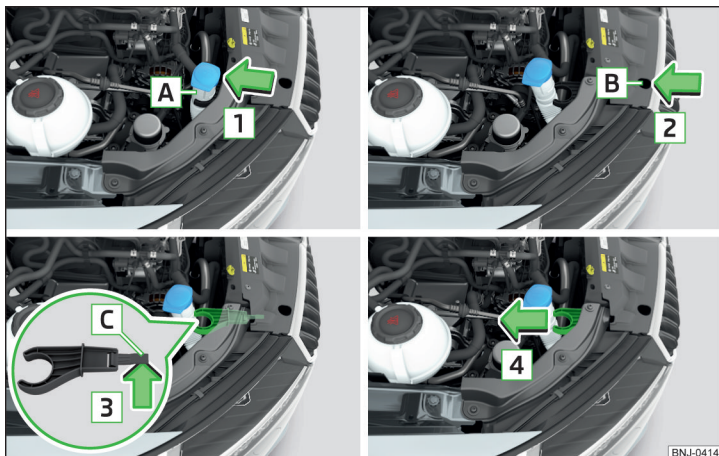

Abb. 287 Halterung des Waschwasserbehälterstutzens abnehmen
- › Den Behälterstutzen **A** aus der Halterung in Pfeilrichtung **1** lösen » Abb. 287.
- › Die Halterung des Behälterstutzens entgegen der Pfeilrichtung **4** einschieben » Abb. 287.